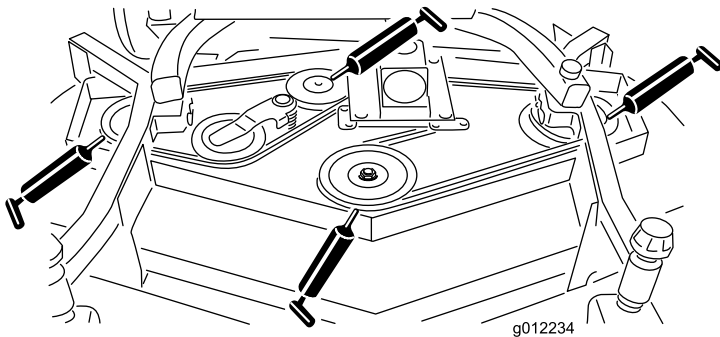

Figura 20
- Cojinetes del eje (3) (situados debajo de la polea) (Figura 20).
- Cojinetes del eje del brazo tensor (Figura 20)